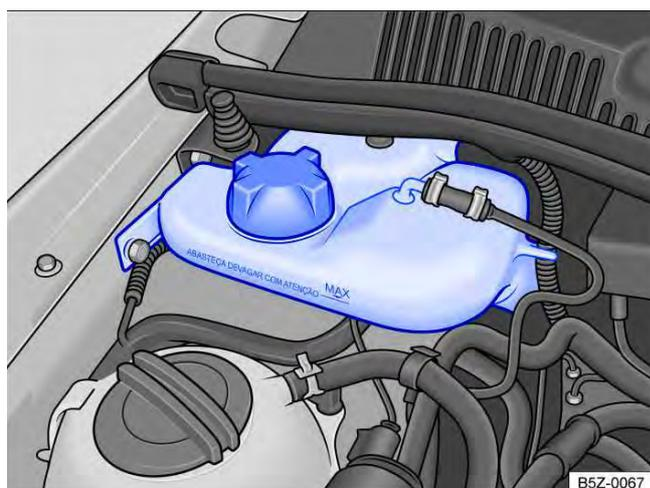

Fig. 169 No compartimento do motor: reservatório de gasolina para o sistema de partida a frio.
O reservatório de gasolina do sistema de partida a frio encontra-se no compartimento do motor, no lado direito → Fig. 169.
- Nunca ultrapassar a marca "MAX" indicada no reservatório → Fig. 169.